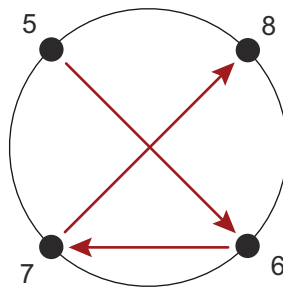

Imagen 2
5. Continúe soldando por puntos la placa de soldadura en las posiciones 5 a 8 preferiblemente desde el interior del depósito como se muestra (Imagen 2).